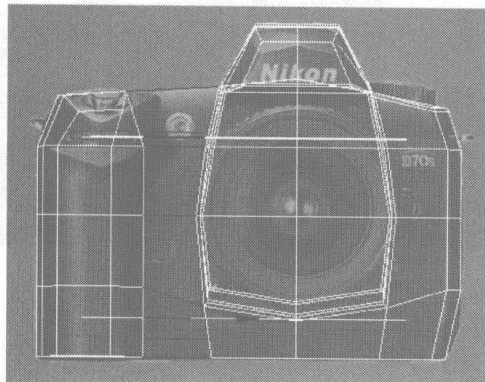
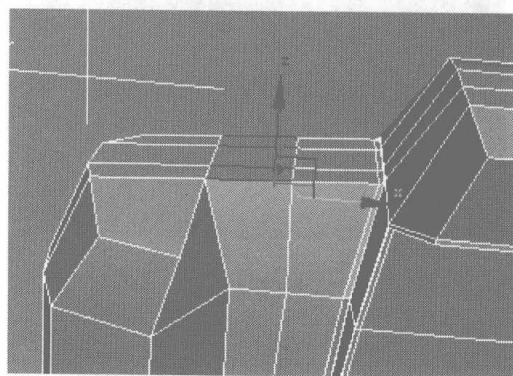
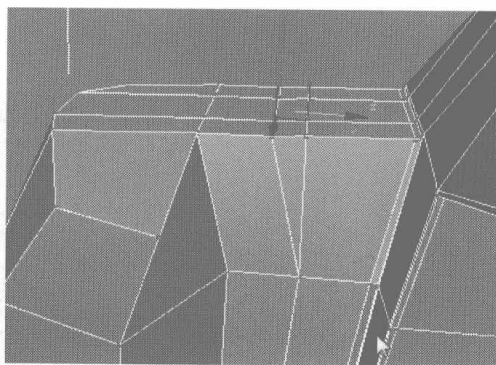

图 6.42
图 6.43
图 6.44
- 02** 切换为边线编辑，在 Front 视图中框选如图 6.42 所示的边线，为其添加一条细分线，然后在 Perspective 视图中框选如图 6.43 所示的边线，同样为其添加一条细分线，并调整所添加的细分线，如图 6.44 所示。